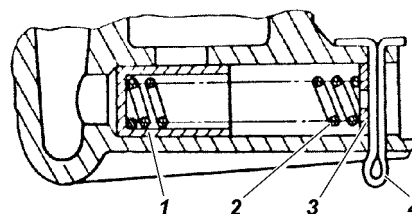

Рис. 4.144. Редукционный клапан:
- извлеките шплинт 4 (рис. 4.144), выньте шайбу, пружину и плунжер редукционного клапана из приемного патрубка;